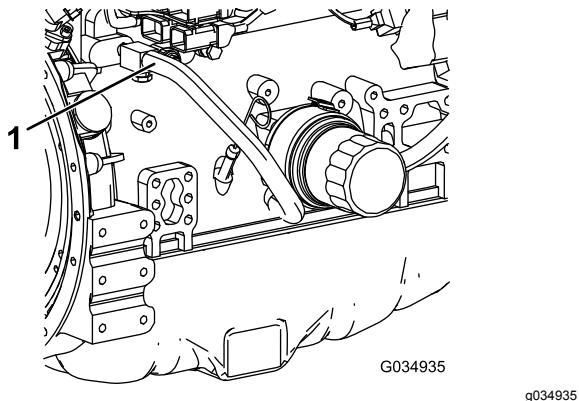

Figura 123
- Retire o tubo do líquido de refrigeração da refrigeração de óleo do motor (Figura 123).